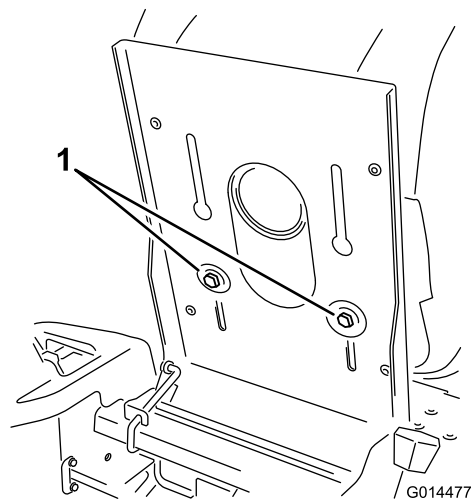

**Figure 21**
- Trous supérieur – utilisez cette position pour les hauteurs de coupe du tablier de coupe jusqu'à 63mm (2-1/2 po) (Figure 21).
- Trous inférieur – utilisez cette position pour les hauteurs de coupe du tablier de coupe à partir de 76mm (3 po) (Figure 21).